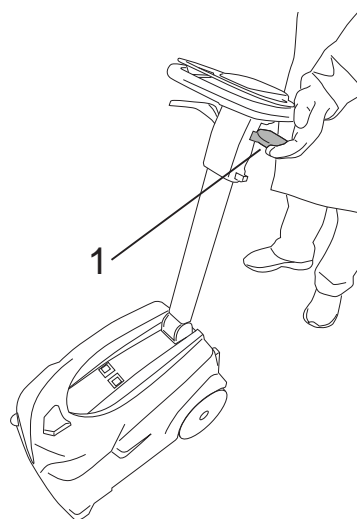

Fig.18
**Denne maskine kan aftørre gulvet, både ved at køre frem og tilbage. For at aktivere aftørring ved at køre tilbage skal man trække i håndtaget (Fig.18-Ref.1).**